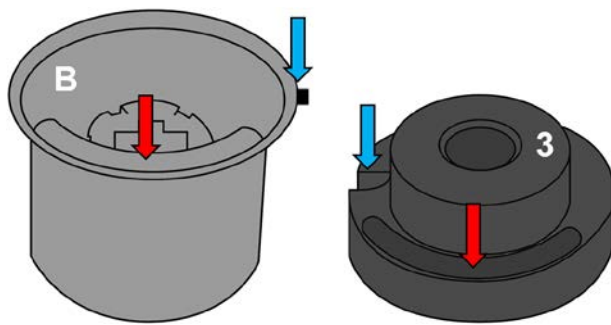

Abb.2
2. Zur korrekten Positionierung der Buchse, ist die Aussparung im Montage-Druckstück (3) am Zapfen der neuen Buchse auszurichten (Abb. 2).